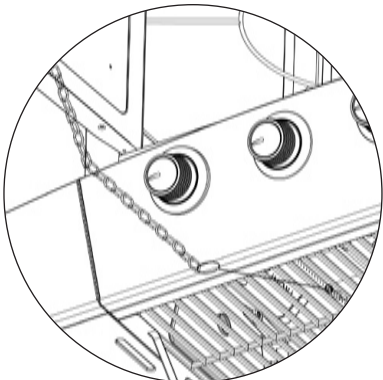

Figura 5
8. En caso de que el encendedor no encienda el quemador, use una cerilla encendida colocada en la varilla de encendido que se acompaña para encender los quemadores manualmente. Gane acceso a los quemadores por el espacio entre la rejilla de cocción y las placas de calentamiento. Acerque la llama de la cerilla al lado del quemador (vea Figura 5).